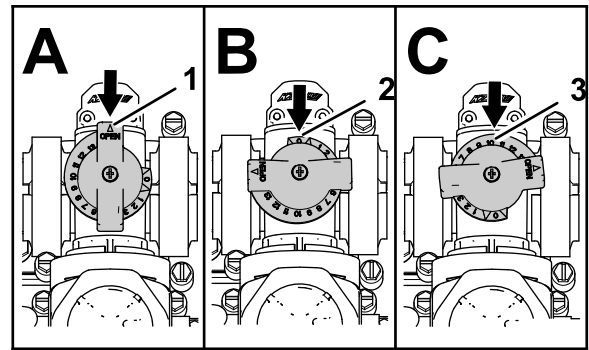

Рисунок 40
- Перепускной клапан перемешивания находится в полностью открытом положении, как показано на Рисунок 40А.
- Перепускной клапан перемешивания находится в закрытом (0) положении, как показано на Рисунок 40В.
- Перепускной клапан перемешивания находится в промежуточном положении (отрегулированном в соответствии с показаниями манометра системы опрыскивателя), как показано на Рисунок 40С.